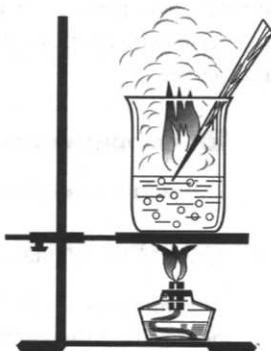
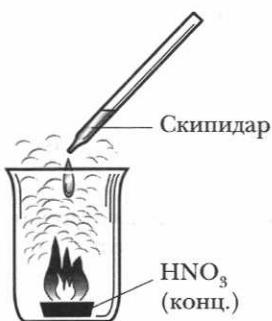

Рис. 37. Горение лучинки в азотной кислоте
Рис. 38. Воспламенение скпицдара в азотной кислоте
Демонстрационный опыт. Разложение азотной кислоты. (Проводится под тягой!) Нагреем небольшое количество концентрированной азотной кислоты в химическом стакане и внесем в него тлеющую лучинку. Лучинка ярко вспыхивает, что доказывает наличие кислорода, выделяющегося при разложении кислоты (см. рис. 37).
5. Окисление азотной кислотой органических веществ. Азотная кислота, особенно концентрированная, окисляет органические вещества. Если погрузить в концентрированную нагретую азотную кислоту тлеющую лучинку, она ярко вспыхивает (наличие свободного кислорода) (см. рис. 37). Скипидар, по каплям добавляемый в концентрированную азотную кислоту при обычных условиях, воспламеняется (рис. 38). Животные и растительные ткани быстро разрушаются при действии на них азотной кислоты. Даже небольшое количество разбавленной азотной кислоты оставляет на коже желтые пятна (вследствие взаимо-